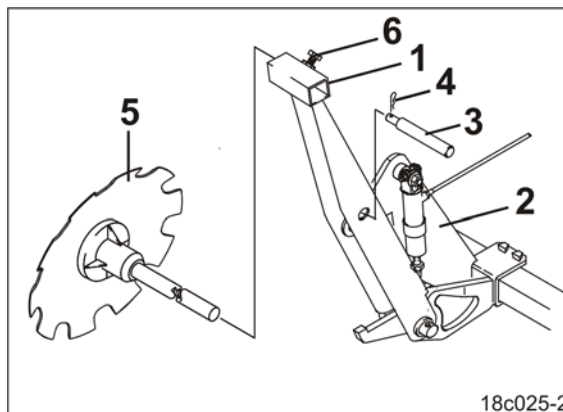

Fig. 201
2. Den Spurscheibenträger (Fig. 201/1) an den Transporthalterungen (Fig. 201/2) abstecken.
3. Den Bolzen (Fig. 201/3) mit Federsteckern (Fig. 201/4) sichern.
4. Die Befestigungsschraube (Fig. 201/6) lösen.
5. Die Spurscheibe (Fig. 201/5) aus dem Spurscheibenträger (Fig. 201/1) herausziehen und in einem geeigneten Stauraum mitführen.